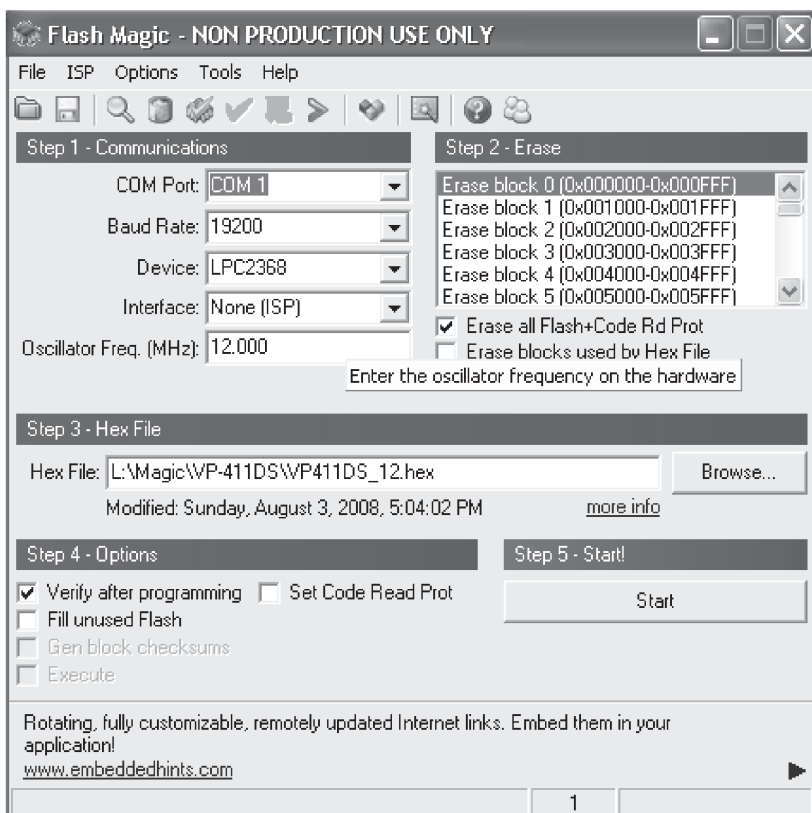

Рис. 7. Программа FlashMagic
1. Запустите программу, дважды щёлкнув по значку «FlashMagic.EXE». Вид экрана программы показан на рис. 7.